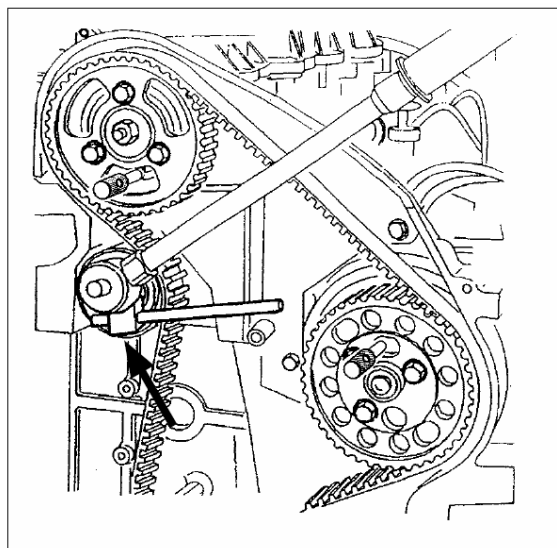

Fig. 2
- Dit gereedschap is nodig om de spanrol te roteren en op zijn plaats te houden terwijl de bouten aangedraaid worden (25 Nm)(Fig. 2).